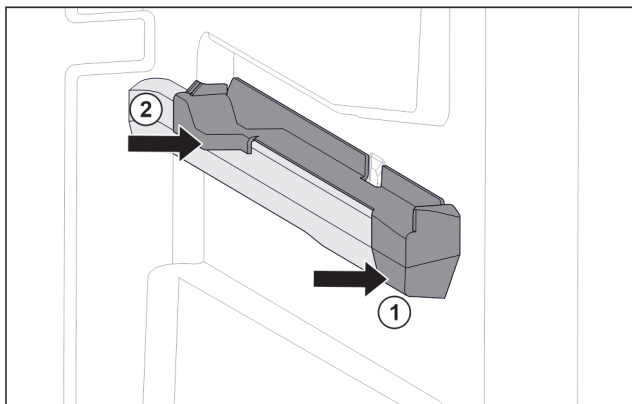

Fig. 20 Insteekelement op rechter containerrib
- ▶ Insteekelement voor tegen containerrib plaatsen. Fig. 20 (1)
- ▶ Insteekelement achter aandrukken. Fig. 20 (2)